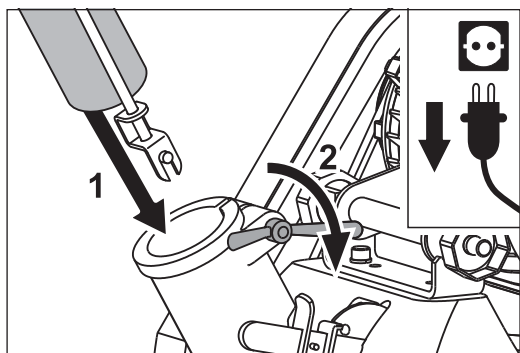

Abb. 2 Das Führungsrohr in das Maschinengehäuse stecken (1). Die Flügelmutter anziehen (2).
- 2 Stecken Sie das Führungsrohr in die hintere Öffnung am Maschinengehäuse (Abb. 2, 1) und ziehen Sie die Flügelmutter fest (Abb. 2, 2).